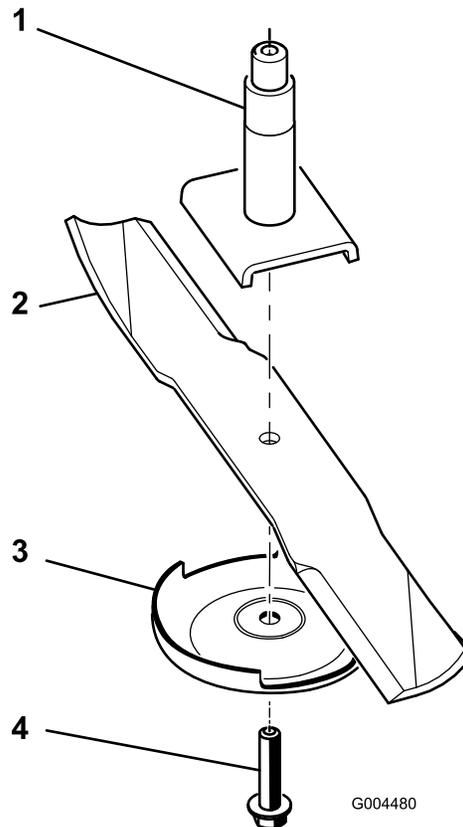

Figura 68
2. Gire el perno de la cuchilla en sentido horario para retirar el perno (Figura 68).
3. Retire la placa protectora del césped y la cuchilla del eje (Figura 68).